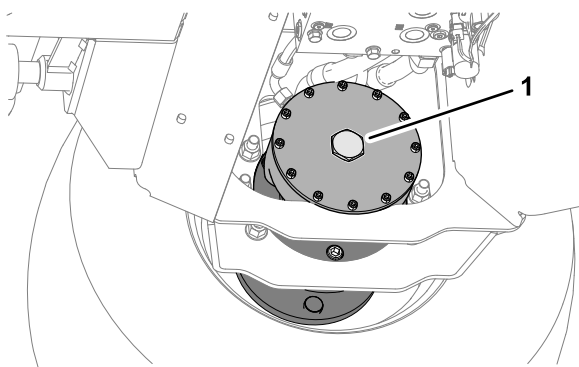

Figura 46
2. Montate il tappo esagonale sulla piastra terminale del motore (Figura 46).